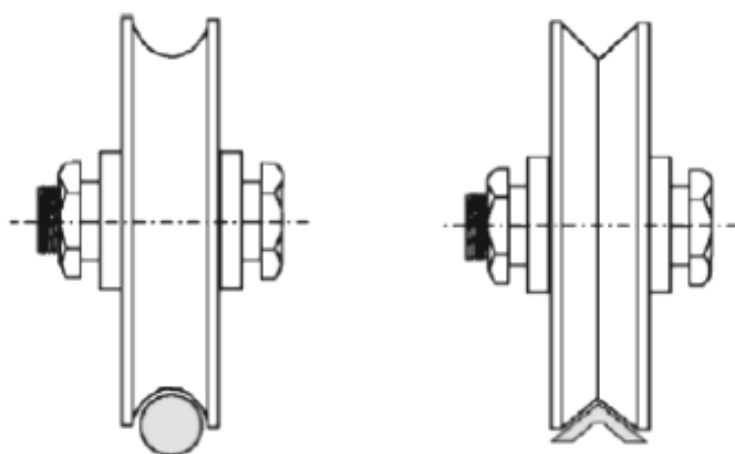

Fig. 4
Fissare le piastre (Camme **G**) di Fine Corsa del motore sulla cremagliera, (Fig. 4)
- Verificare che le ruote (**V. Fig. 4**) utilizzate, siano idonee al tipo di guida a terra